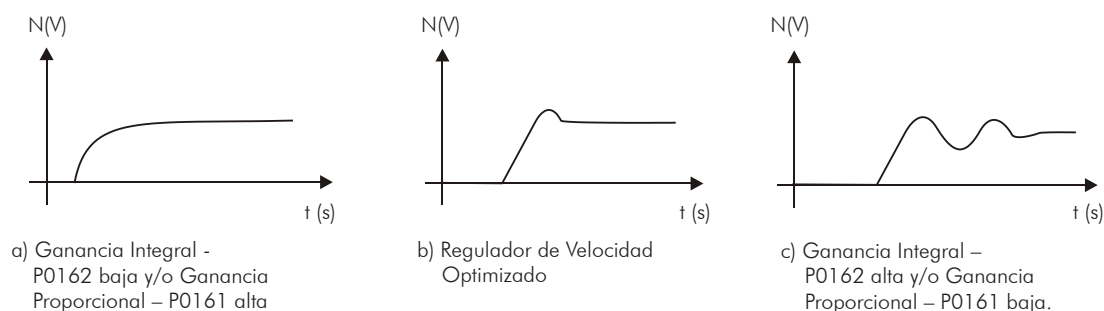

Figura 11.4 - Tipo de respuestas del regulador de velocidad
6. Verifique de entre las opciones de la figura 11.4 cual es la forma de onda que mejor representa la señal leída.
7. Ajuste P0161 y P0162 en función del tipo de respuesta presentada en la figura 11.4.